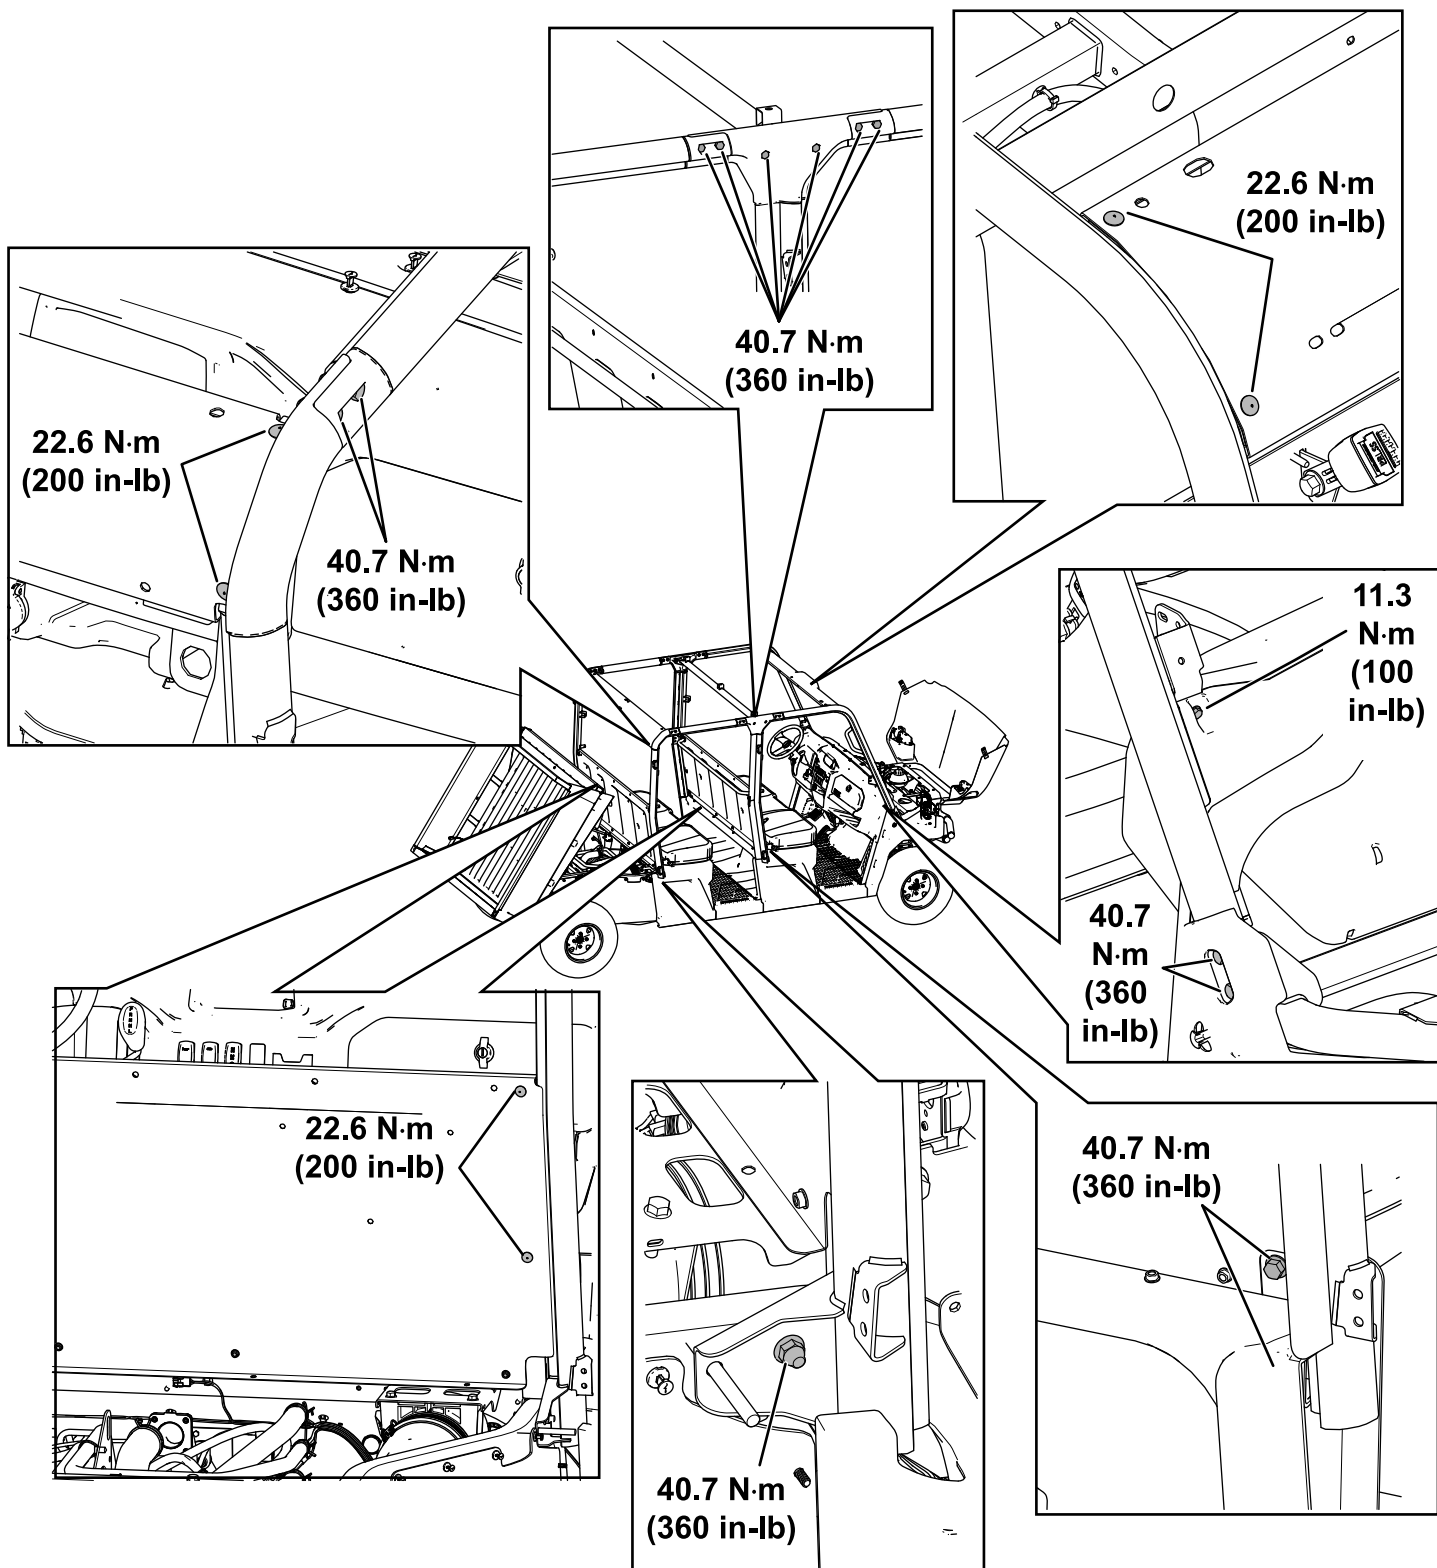

Bild 58
25. Ziehen Sie die Befestigungselemente mit den in Bild 58 angegebenen Drehmomenten an.